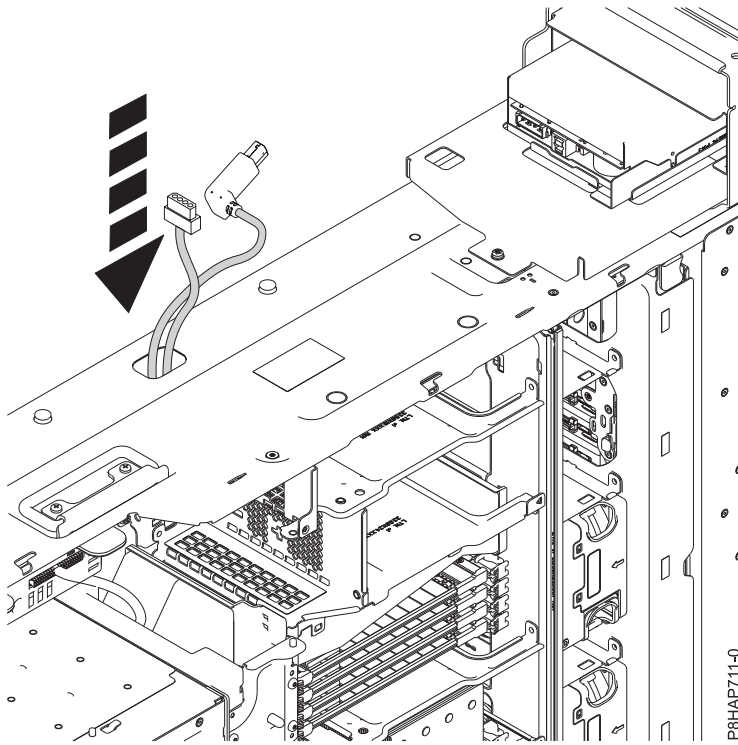

Figure 66. Acheminement du câble USB et du câble d'alimentation électrique de la station d'accueil RDX interne (FC EUA3)
3. Acheminez le câble USB et le câble d'alimentation électrique de la station d'accueil RDX interne (FC EUA3) à travers le trou de gestion des câbles du châssis, comme indiqué à la figure 66, à la page 78.